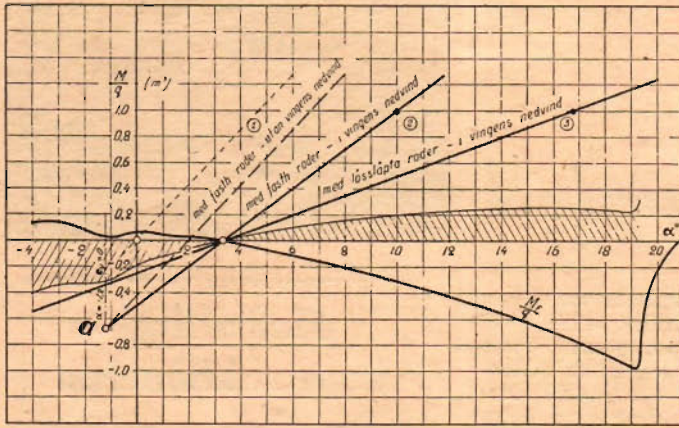

Fig. 36.
På fig. 36 är anfallsvinkeln avsatt på horisontal- och  $\frac{M}{q}$ -värdena på vertikalaxeln. Vingmomentets kurva ritas som funktion av  $\alpha$  efter data ur tabellen XVIII kolumn (8) — denna kurva är betecknad med  $\frac{M_F}{q}$ . Stabiliserande momentets kurva utgör en rak linje, vars lutning mot  $\alpha$ -axeln är bestämd genom stigningen  $0,213 \cdot \frac{M}{q}$  för varje  $1^\circ$  på  $\alpha$ .
vilken punkt på fig. 36 markeras med (1). En igenom denna punkt och axlarnas 0-punkt gående rak linje har den
Som fig. 36 visar, korsar  $\frac{M_F}{q}$  kurvan med  $\alpha$ -axeln vid  $\alpha = 3,3^\circ$ , dvs., är vingens anfallsvinkel i flykt  $3,3^\circ$ , så är vingmomentet = 0. Ritar man nu stabiliseringsytans verkliga momentkurva med stigningen = 0,149 så, att även denna korsar  $\alpha$ -axeln vid  $\alpha = 3,3^\circ$ , så är likadant dess moment där = 0. Vid den
Nu kan man efter fig. 36 undersöka flygplanets stabilitetsförhållanden. För bättre översyn är där utritade även från kurvan av resulterande vingmoment och stabiliserande moment, vilken begränsar de linjerade ytorna från ena sidan. De linjerade ytorna betecknar skillnaden mellan vingmoment och stabiliserande moment. (Enstaka punkten för kurvan av resulterande moment beräknas när vingmoment subtraheras från stabiliserande mom. vid en rad anfallsvinklar.)
Flygplanet är längdstabilt, såvida anfallsvinkelns ökning på vingen framkallar ett framtungt resulterande moment, vilket motverkar svängrorelsen om flygplanets tyngdpunkt. Detta krav är förverkligat, när resulterande momentets kurva från skärningspunkten med  $\alpha$ -axeln stiger till höger — så har man den på fig. 36, där den linjerade ytan betecknar stabiliserande momentets "överlägsenhet" i förhållande till vingmomentet.
Som det ur fig. 36 framgår är det beskrivna flygplanet stabilt med lossläppta höjdroder. Med fasthållet roder är stabiliteten säkert borgad, därför att momentkurvan "med fasthållet roder i vingens nedvind" stiger mycket brantare. Men — man vet ännu inte hur stabiliseringsytans profilkorda placeras sig i förhållande till vingens profilkorda — stabiliserande momentens kurvor är inritade endast med hänsyn till deras skärningspunkt med  $\alpha$ -axeln, dvs. beroende av vingens anfallsvinkel.